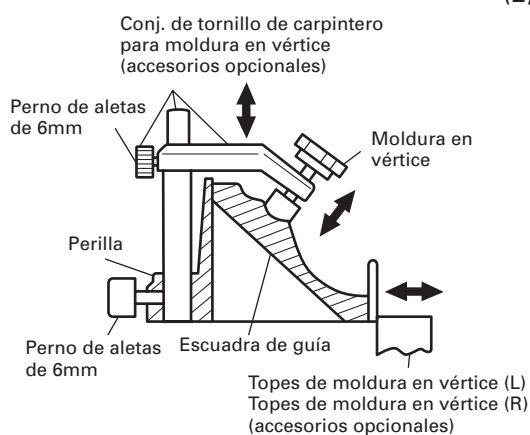

Fig. 30-b
- (1) Las topes de moldura en vértice (L) y (R) (accesorios opcionales) permiten facilitar los cortes de la moldura en vértice, sin inclinar la hoja de sierra. Instálaslas en ambos lados de la base, tal como se muestra en la Fig. 30-a. Después de la inserción, apriete el perno de perilla de 6mm para asegurar los topes de moldura en vértice.